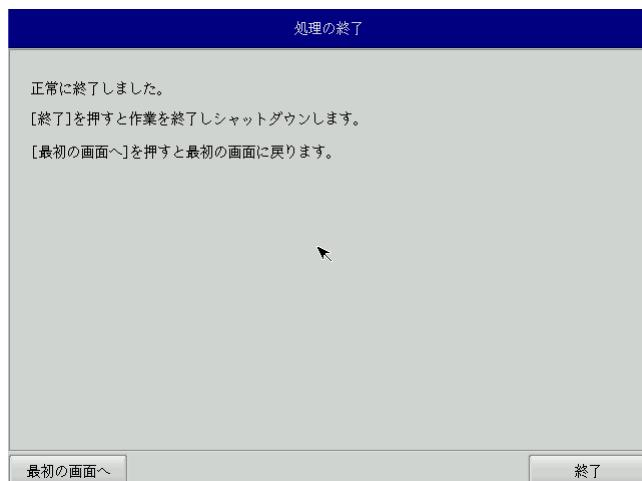

図5-3-7 終了画面
- ⑩ 終了画面（図5-3-7）が表示されるとバックアップ作業は完了です。[終了]ボタンを押して電源を落としてください。